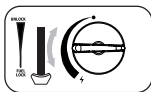

Fig. 5
7. Réglez la roue dans la position souhaitée (fig. 5). Ne placez jamais le levier de la cartouche (6) en position « UNLOCK » pendant l'utilisation.